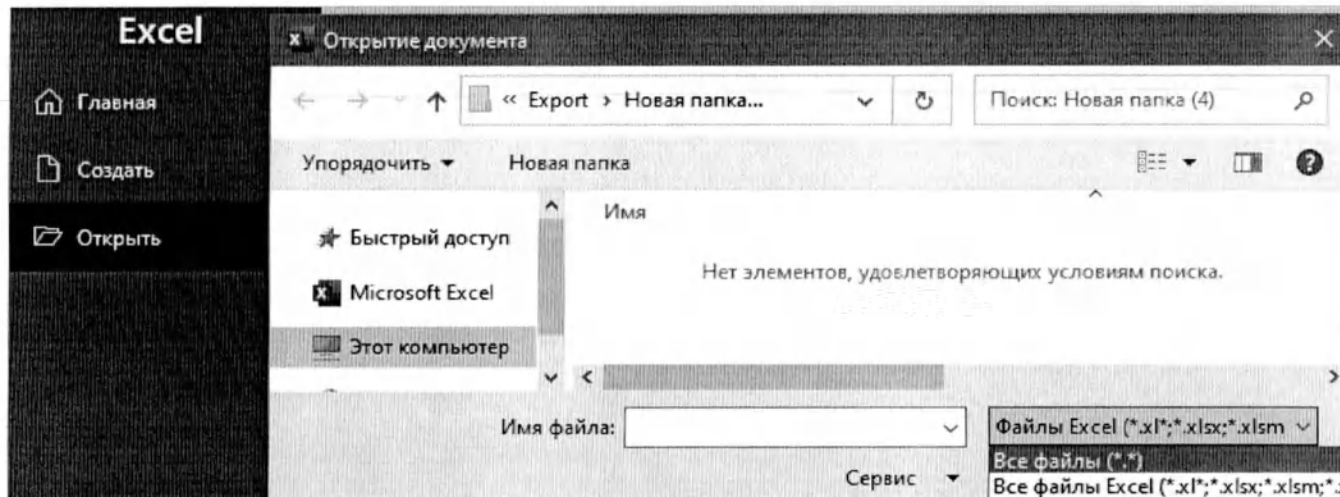

Рисунок 2.60 – Изображение приложения MS Excel при выборе отображаемых типов файлов
В выбранной директории, в данном случае в папке «Новая папка (4)», создаются текстовые файлы. Может быть создан файл со сведениями о расчетных индексах согласно таблице индексов в отчете и текстовые файлы для построения огибающих спектров, включенных в отчет. Имя файла каждой огибающей состоит из названия сосуда и текста "_BendAbove_0.txt" или "_BendBelow_0.txt" для огибающей сверху и снизу соответственно. Указанные текстовые файлы могут создаваться независимо от наличия пакета Microsoft Office, могут копироваться и открываться приложением MS Excel на другом компьютере. Для импорта таких текстовых файлов нужно в запущенном приложении MS Excel во вкладке «Открыть» нажать «Обзор». В выпадающем списке отображаемых типов файлов нужно выбрать строчку с надписью «Все файлы (*.*)» (см. рисунок 2.60).